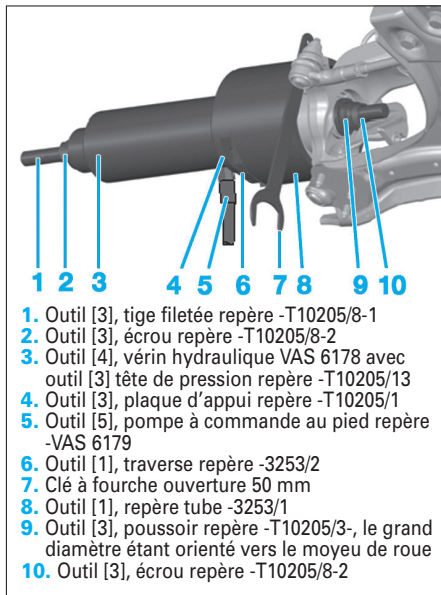

FIG. 62
- Mettre en place une clé à fourche de 50 mm entre la conduite (1) repère (1) et la surface de vissage du levier de direction.
- Extraire le roulement en réalisant le montage (Fig.62).